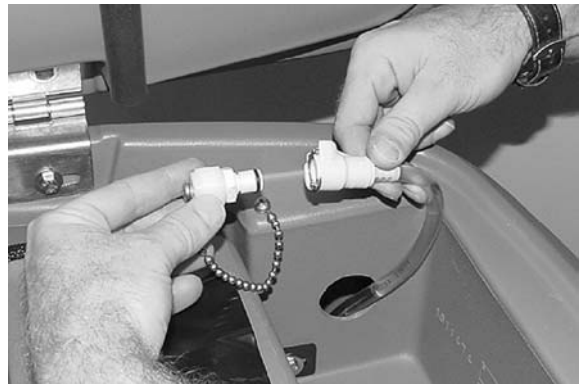

FIG. 46
10. Modèle FaST : branchez le tuyau d'alimentation FaST-PAK sur le bouchon de stockage lorsque vous ne l'utilisez pas (Figure 46). Eliminez toute trace de concentré séché du raccord du tuyau, en le trempant dans de l'eau chaude.